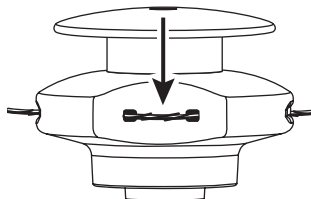

Fig. 23
5. Poussez le fil de la débroussailleuse derrière le crochet pour l'empêcher de se détacher en cours de fonctionnement (Fig. 23).